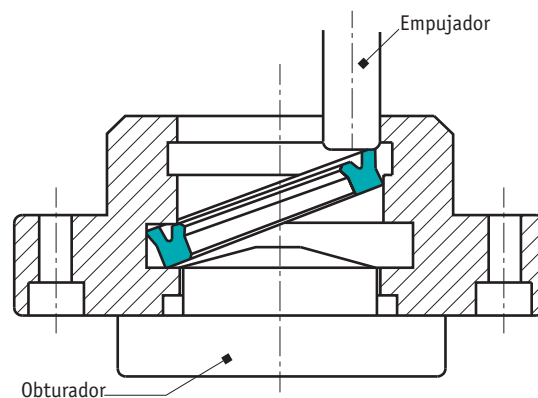

FIGURA 14. Útil de montaje 2 para juntas de vástago.
- En la **figura 14** puede verse otro útil de montaje, compuesto de un mandril y un casquillo. Se utiliza para el montaje elástico de juntas de vástago. Con el mandril de expansión se empuja la junta por el casquillo cónico hasta que esta encaja en el alojamiento.